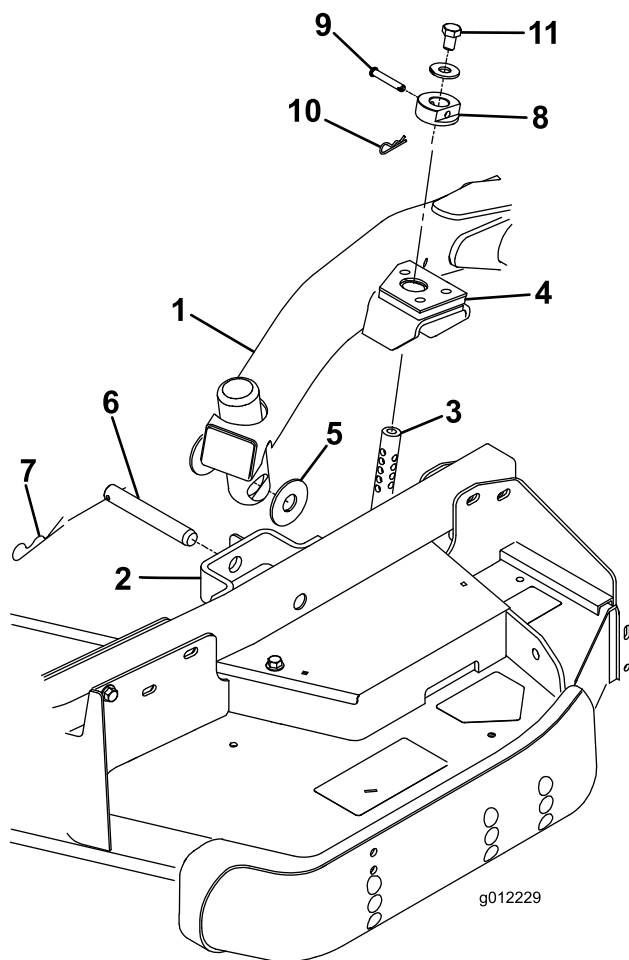

図 3
2. 昇降レバーをフロート位置とする。昇降アームを押し下げて、昇降アームについている穴とキャストアームのブラケットについている穴を整列させ、昇降アームのパッドに刈高ロッドを挿入できるようにする(図3)
3. スラストワッシャ枚、クレビスピン、ヘアピンコッターを使って、昇降アームをキャストアームに固定する。スラストワッシャは昇降アームとキャストアームブラケットの間に入る(図3)コッターピンを、キャストアームタブのスロットに差し込んで固定する。
7. 刈高ロッドに刈高カラーを取り付け、クレビスピンとヘアピンコッターで固定する(図3)クレビスピンの頭をデッキの前に向けておく。
8. 各刈高ロッドの上部に 1/2 x 3/4" ボルトとワッシャを取り付ける 図3。